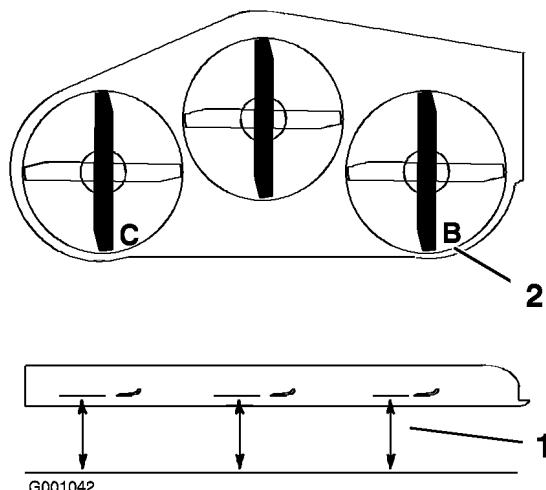

Figura 60
- Coloque la cuchilla derecha en posición longitudinal (Figura 60).
- Mida la cuchilla derecha en la posición **B** desde una superficie nivelada hasta el filo de corte del extremo de la cuchilla (Figura 60).
- Coloque la cuchilla izquierda en posición longitudinal (Figura 60).
- Mida la cuchilla izquierda en la posición **C** (Figura 60) desde una superficie nivelada hasta el filo de corte del extremo de la cuchilla.